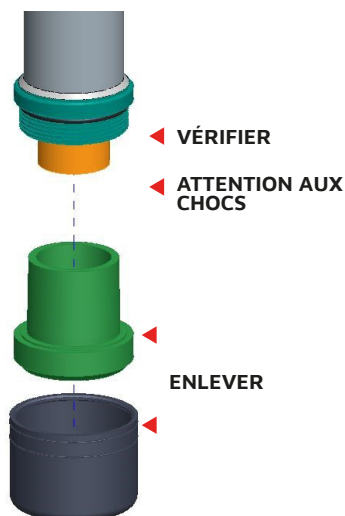

Figure 9.1
5. Soulever légèrement l'ensemble, enlever la protection inférieure (Fig. 9) et monter le collier par vissage de la tige dans la partie inférieure de la tige (Fig. 9.1). Vérifiez les filets et les joints toriques de la chemise.